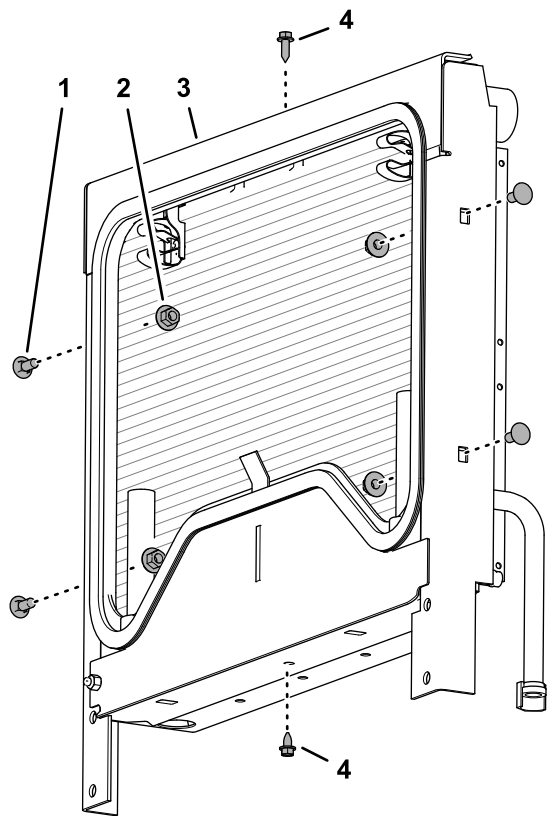

Figura 22
1. Retire los 2 tornillos con arandela prensada que fijan el bastidor de montaje al radiador (Figura 22).
2. Retire los 4 pernos de cuello cuadrado y las 4 tuercas con arandela prensada dentada que fijan el bastidor de montaje al radiador (Figura 22).